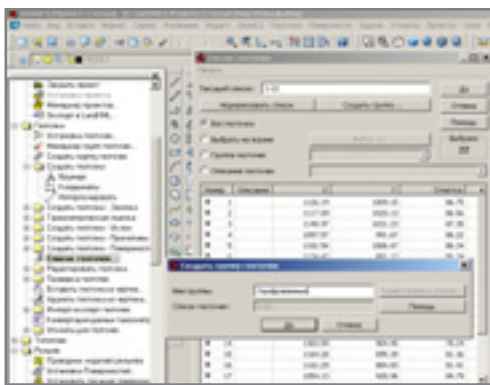

Рис. 12
12. Создаем группу оцифрованных геоточек: в Панели навигатора указываем команду *Список геоточек*, а в одноименном окне выбираем режим *Все геоточки* и нажимаем кнопку *Создать группу*. Открывается окно *Создать группу геоточек* – здесь мы вводим имя группы (рис. 12).